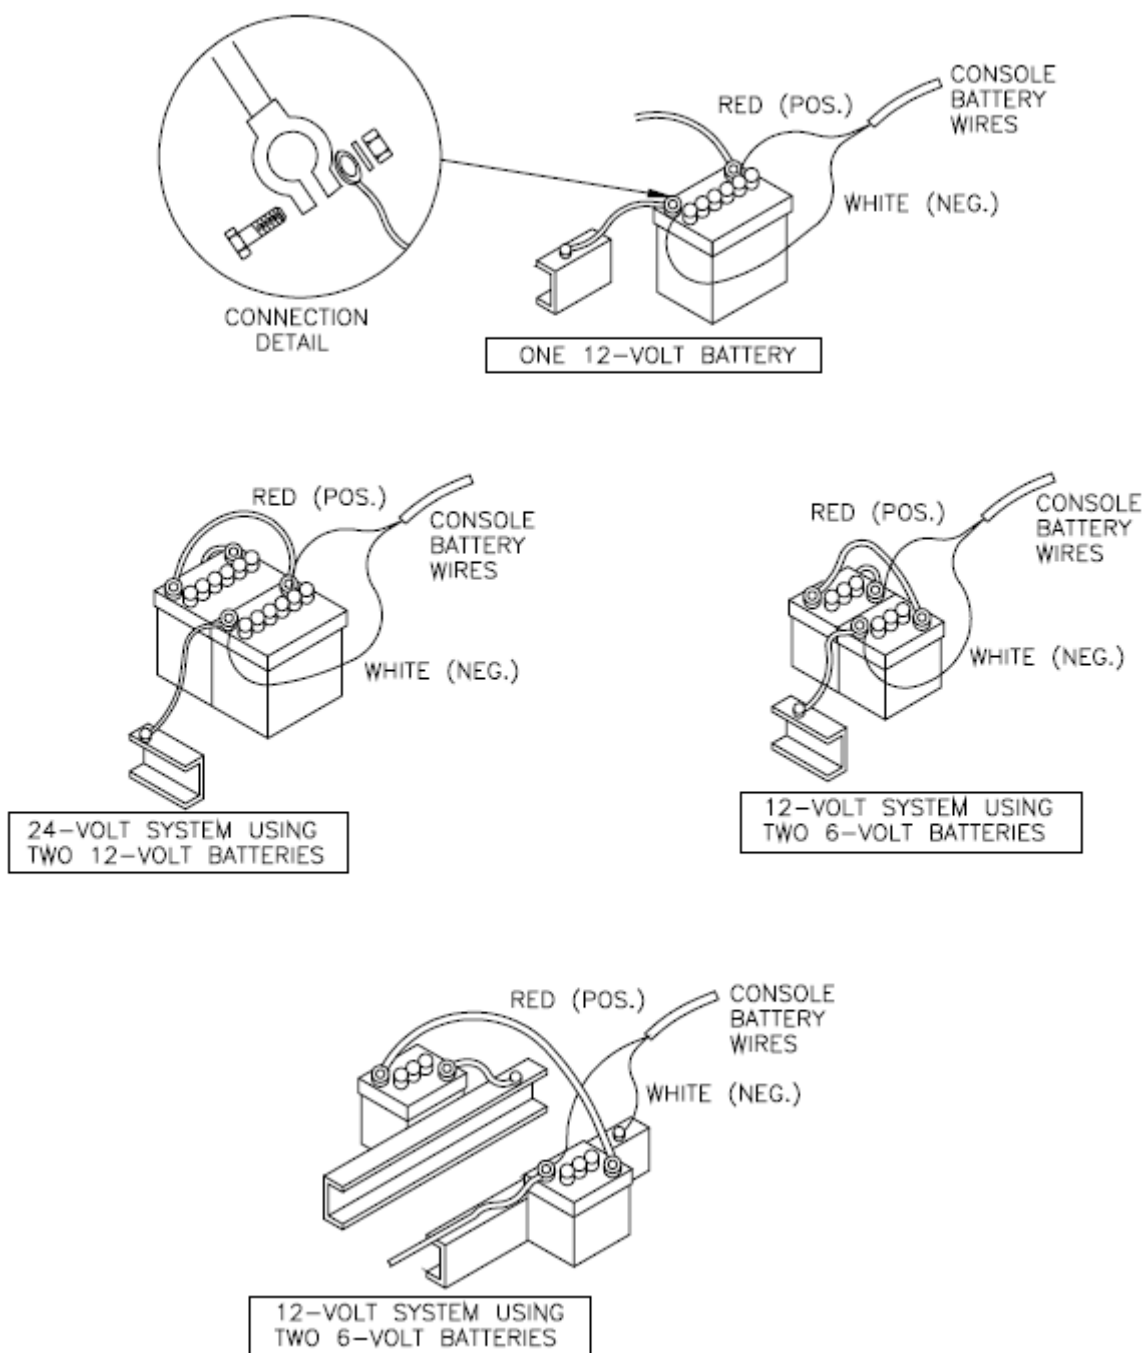

Рис. 6
- 3) Установите выключатель питания в положение OFF (ВЫКЛ.) и подведите красный и белый провода питания к 12-вольтовому аккумулятору. Подключите белый провод питания к **ОТРИЦАТЕЛЬНОЙ (-)** клемме, а красный – напрямую к **ПОЛОЖИТЕЛЬНОЙ (+)** клемме аккумулятора. (См. рис. 6, стр. 8). **(НЕ ПОДКЛЮЧАЙТЕ КРАСНЫЙ И БЕЛЫЙ ПРОВОДА К СТАРТЕРУ)**. Закрепите провода питания с помощью пластиковых кабельных стяжек. **НЕ закрепляйте** провода питания рядом с существующими выводами или другими электрическими соединениями.